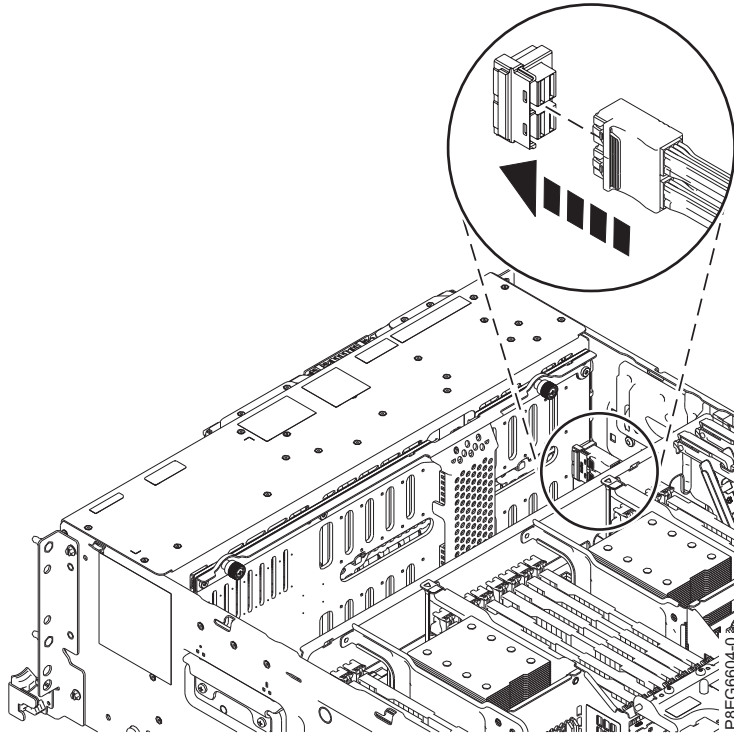

Abbildung 8. SAS-Kabel wieder anschließen
7. Verbinden Sie die vorderen SAS-Kabel wieder mit dem Anschluss an der Rückwandplatine des Plattenlaufwerks, wie es in Abb. 8 auf Seite 9 dargestellt ist. Schieben Sie den Stecker ein, bis die Stecker- sperre einrastet.